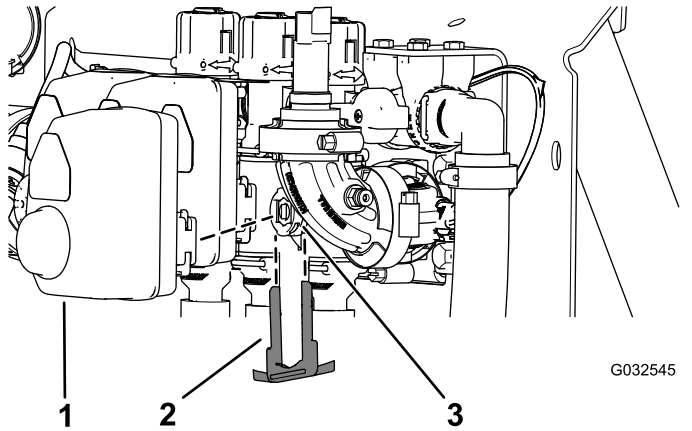

图 112
2. 取下将致动器固定至喷洒臂段阀或搅拌阀歧管阀的卡环图 112。